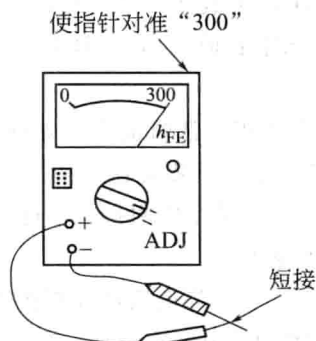

图 1-11 用万用表测量三极管直流放大倍数
① 模拟万用表测量三极管直流放大倍数时, 先将测量选择开关转动至“ADJ (校准)”挡位, 将红黑两表笔短接, 调节欧姆调零旋钮, 使表针对准 h_{FE} 刻度线的“300”刻度线(例如 MF-47 型), 如图 1-11 所示。
② 分开两表笔, 将测量选择开关转动至“ h_{FE} ”挡位, 即可插入三极管进行测量。
③ 待测量如果是 NPN 型三极管引脚插入 N 型管座内, 若是 PNP 型三极管应插入 P 型管座内。注意, 三极管的 e、b、c 三个电极要与插座极性对应, 不可插错。
④ 指针偏转所指示数值约为三极管的直流放大倍数 $h_{FE}(\beta)$ 值。